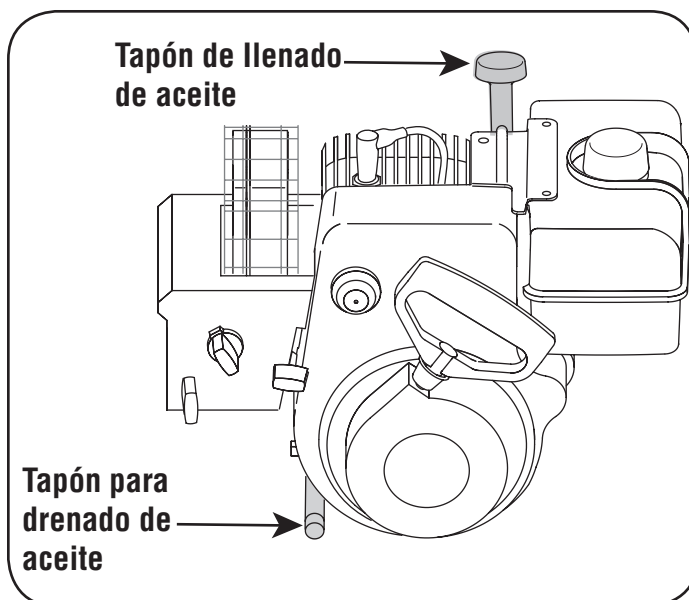

Figura 12
- Cambie el aceite después de las dos (2) primeras horas de operación y después de cada 25 horas de operación.
1. Localice el tapón de drenaje del aceite. Vea la figura 12.